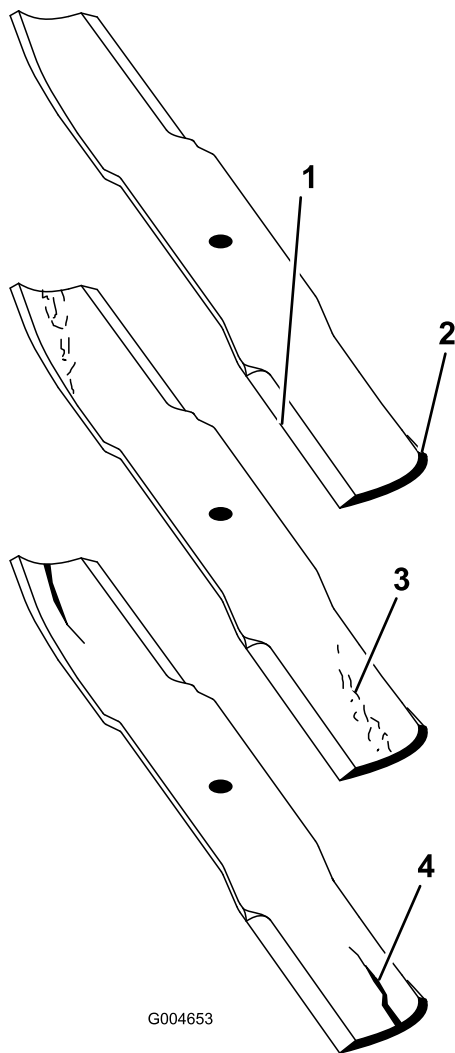

Bild 124
2. Prüfen Sie die Schnittkanten des Messers sorgfältig, insbesondere dort, wo die geraden Flächen die gebogenen berühren (Bild 124).
Hinweis: Da Sand und anderes reibendes Material das Metall abschleifen kann, das die flachen mit den gebogenen Teilen verbindet, müssen Sie das Messer vor jedem Einsatz des Rasenmähers prüfen. Wenn Sie Abnutzungen (Bild 124) feststellen, sollten Sie das Messer auswechseln.